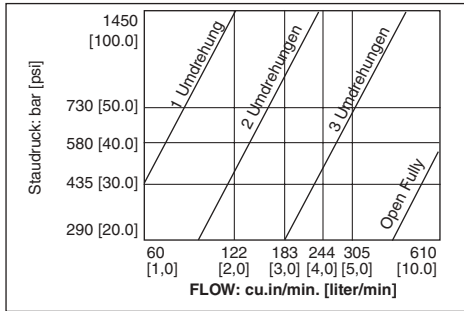

Abbildung 3: Staudruck und Durchflußdrosselung G – F (s. Abb. 1)
Staudruck	Siehe Abb. 3.
- Für eine geringere Durchflußbeschränkung die Drosselklappe gemäß dem G-F-Graphen des Diagramms „Staudruck und Durchflußdrosselung“ wieder herausdrehen. (Siehe Abb. 3)